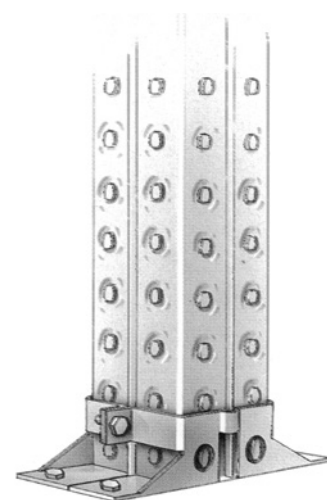

Abb.3
2. Auf die Rahmen werden unten die zweiteiligen Fußplatten mit je 2 Schrauben M 8 x 20 und Mutter befestigt (Abb. 3).